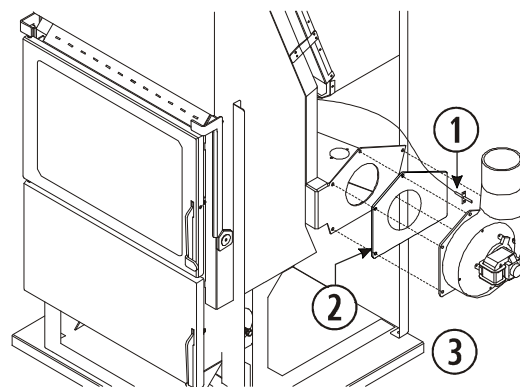

Figura 1
- 4.6. Depois de montado o sensor de saída de gases, montar o extrator e a junta de fibra cerâmica do extrator da saída de gases, na sua localização final como indicado na *figura 1*.
①	Sensor de temperatura de saída de gases.
②	Junta de fibra cerâmica (substituir).
③	Extractor de saída de gases.